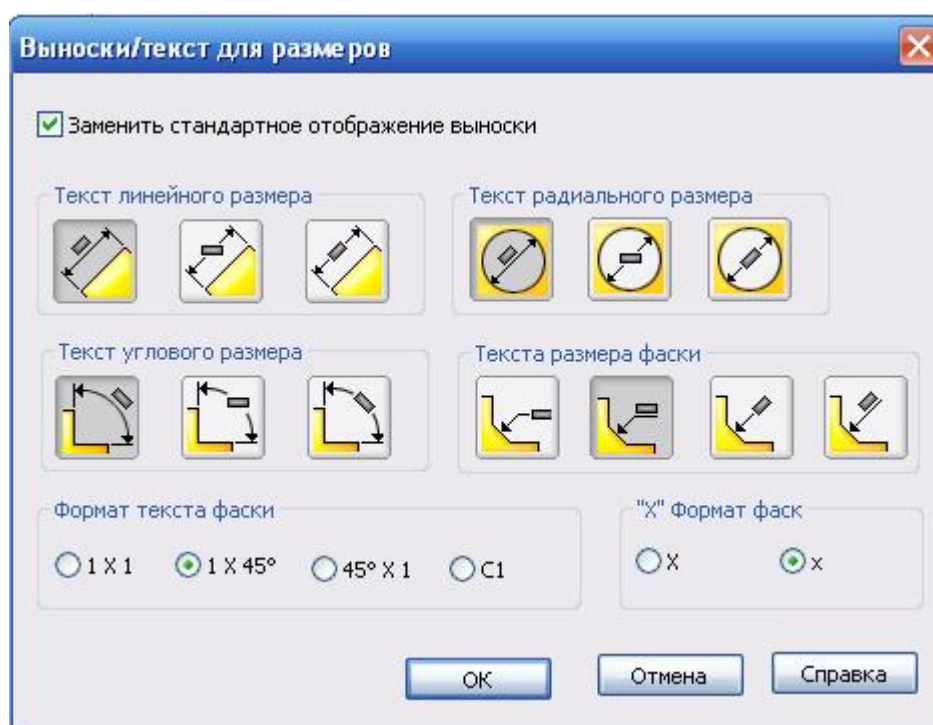

Рис. 25
- В разделе **Текст радиального размера** появившегося диалогового окна **Выноски/Текст для размера** нажмите кнопку для отображения радиальных и диаметральных размеров в текущем документе без выносных полок и размещения текста размера над размерной линией (рис. 25);